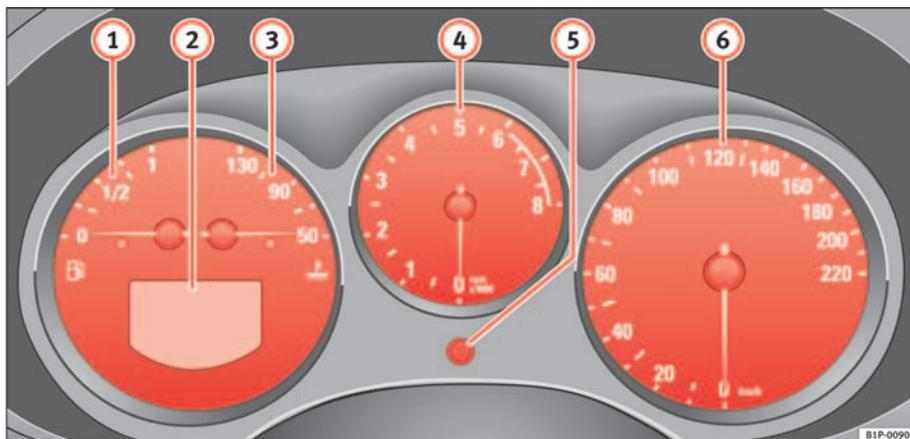

Fig. 33 Vue partielle du tableau de bord : Cadrans dans le combiné d'instruments
Le début de la zone rouge du compte-tours ⇒ page 58, fig. 33  représente, pour chaque vitesse, le régime maximal autorisé du moteur à sa température normale de fonctionnement. Il est recommandé d'engager la vitesse immédiatement supérieure, d'enclencher le levier sélecteur en position **D** ou de lever le pied de l'accélérateur avant que l'aiguille n'atteigne cette zone.
- Pour régler les heures, tournez le bouton de réglage ⇒ page 58, fig. 33  vers la gauche jusqu'en butée. Tournez brièvement le bouton de réglage vers la gauche pour faire avancer les heures par pas de une heure.
Le totalisateur droit enregistre les trajets partiels. Le dernier chiffre indique les centaines de mètres. Le compteur pour les trajets courts peut être remis à zéro en appuyant sur le bouton de remise à zéro ⇒ page 58, fig. 33 ⑤.